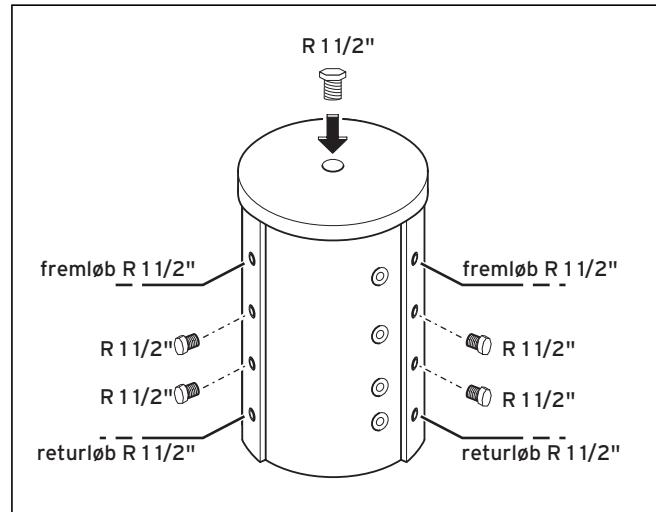
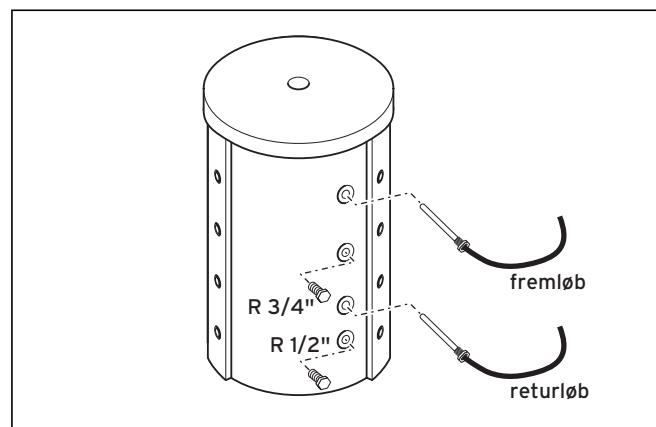

Fig. 5.1 Vandtilslutninger og propper
Fig. 5.2 Temperaturfølertilslutning og propper
- Luk de tilslutninger, der ikke er nødvendige, med de tilsvarende propper som vist på fig. 5.1 og fig. 5.2.
- Tilslut vandtilslutningerne som vist på fig. 5.1.